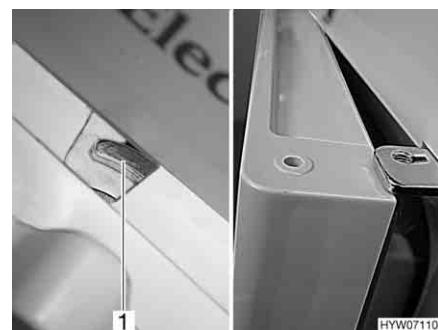

Fig. 152 Porta del frigorifero in posizione di ricircolo dell'aria (serie Dometic 7)
- Spostare il dispositivo di bloccaggio completamente verso destra. La porta del frigorifero è bloccata con l'ausilio dell'arresto della porta (Fig. 152,1). In questo modo la porta del frigorifero rimane ferma in posizione socchiusa (Fig. 152).